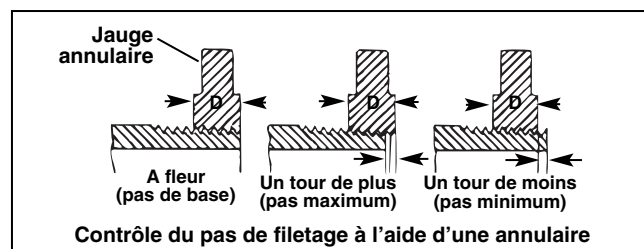

Figure 11 – Contrôle du pas de filetage
3. Contrôlez le pas de filetage. La méthode préférée consiste en l'utilisation d'une jauge annulaire. Il existe plusieurs types de jauges annulaires, et leur utilisation peut varier de celle indiquée à la *Figure 11*.